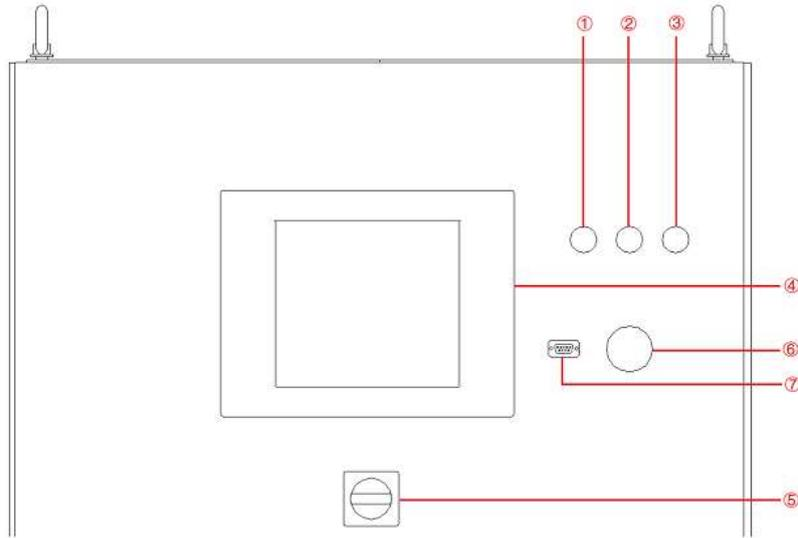

图 3-3 前面板
关闭柜门后，顺时针旋转闭合前面板上的控制开关（图 3-3⑤），设备将进入待机状态。若电源通讯连接正常，则白色指示灯常亮（图 3-3①）。